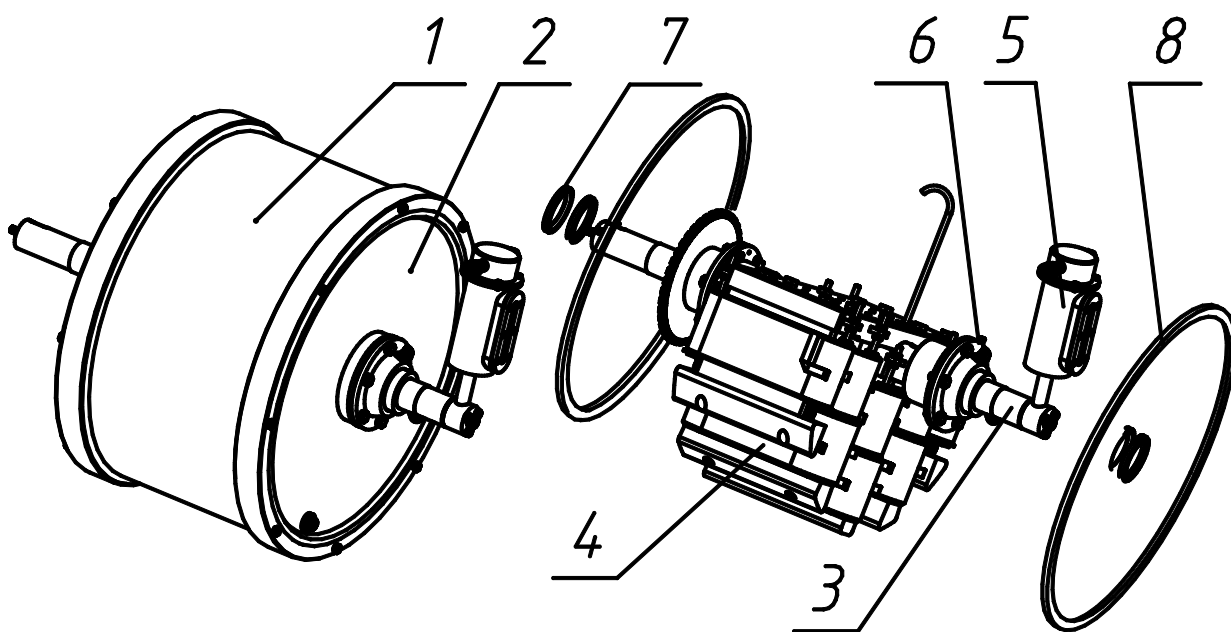

Рис.3. Магнитный барабан
**5.1.1.** Электромагнитный барабан изображен отдельно на рис. 3.. Он представляет собой обечайку 1 из немагнитной стали с крышками 2 из немагнитного материала.
Подвод тока к катушкам электромагнитной системы осуществляется кабелем, проложенным внутри оси барабана и соединенным с клеммами контактной коробки, совмещенной с масляным баком 5 (см. рис. 3.). Контактная коробка соединяется кабелем с пультом
**5.1.9.** Для контроля уровня масла на торце оси барабана установлен масляный бак 5 (рис.3), представляющий собой стальной цилиндр, на котором смонтирована контактная коробка.